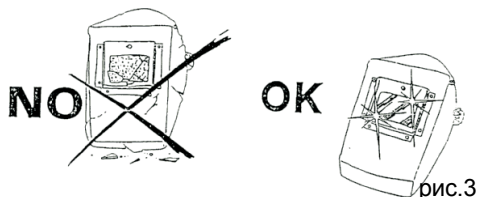

рис.3
• Защитное светонепроницаемое стекло должно быть всегда чистым и должно быть немедленно заменено, в случае если оно разбито или поцарапано (Рис.3). Желательно устанавливать дополнительное прозрачное стекло поверх щитка из светонепроницаемого стекла. Это дополнительное стекло создаст защиту в рабочей зоне сварки от расплавленных и твердых частиц и электродугового излучения. Прозрачное стекло нужно заменять регулярно при образовании на нем брызгов раскаленных частиц или загрязнений снижающих его прозрачность. .